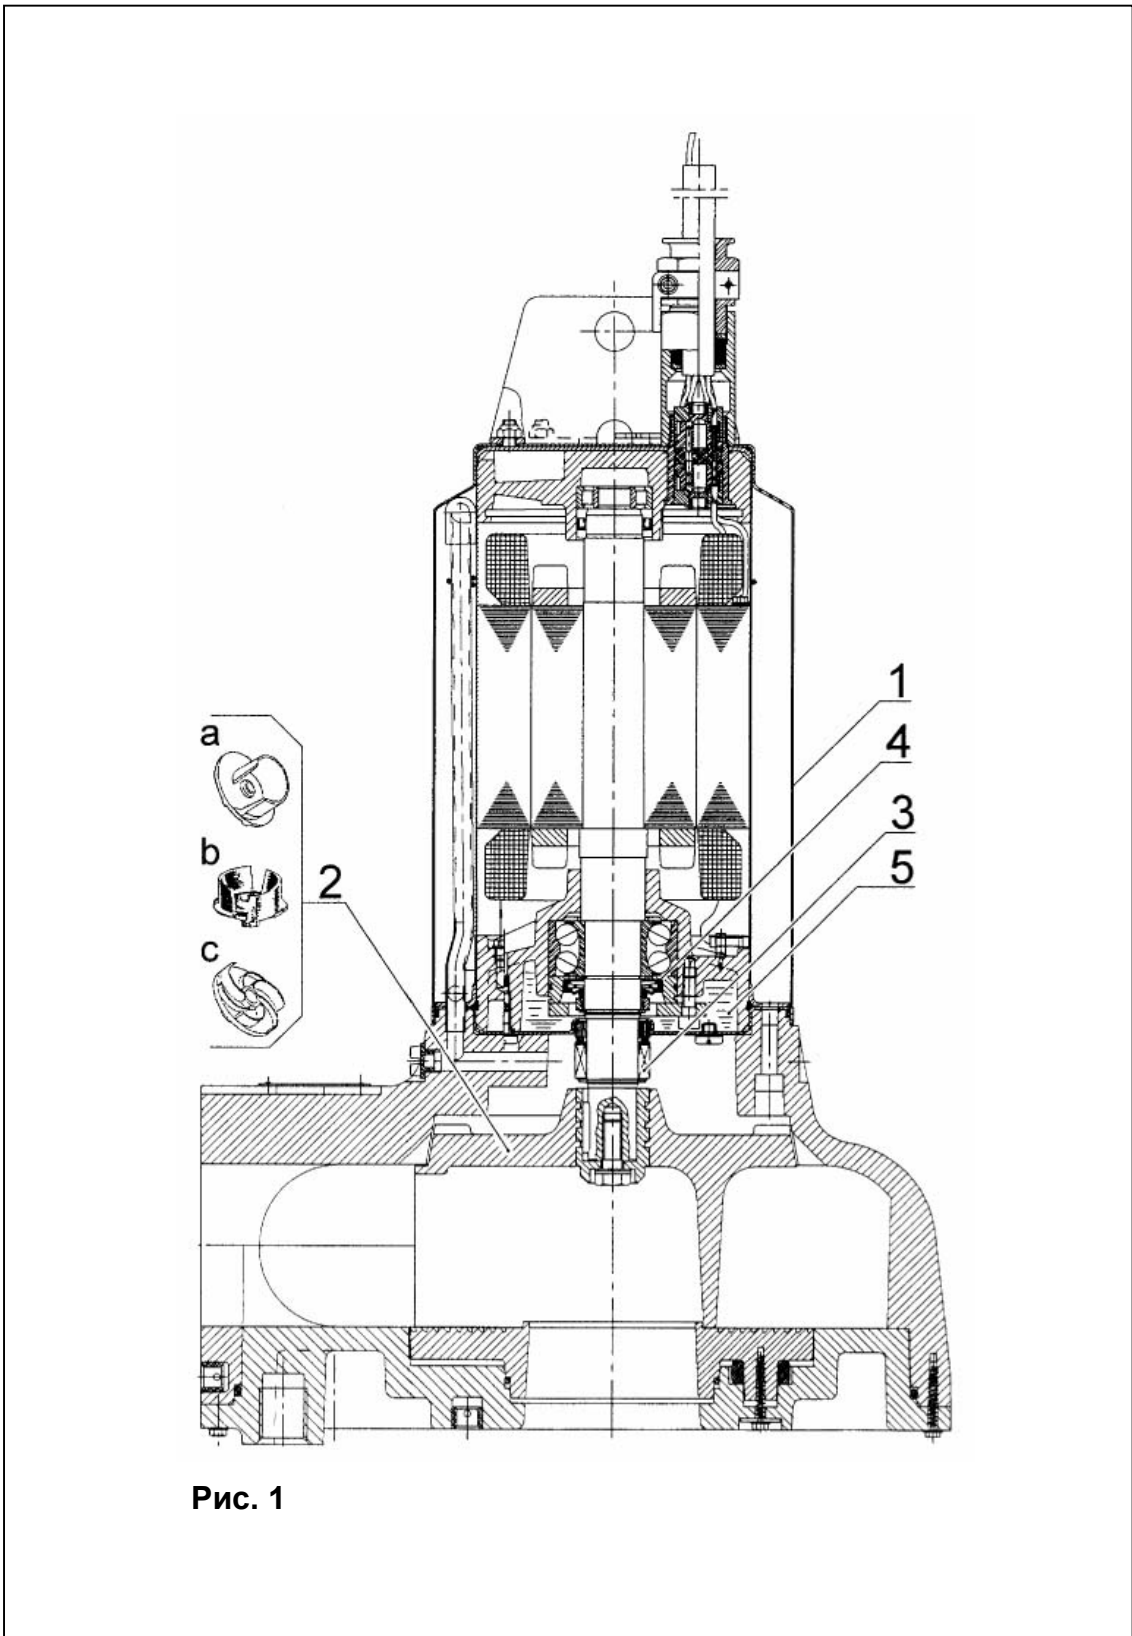

Рис. 1
4.1. Описание насоса (рисунок 1)